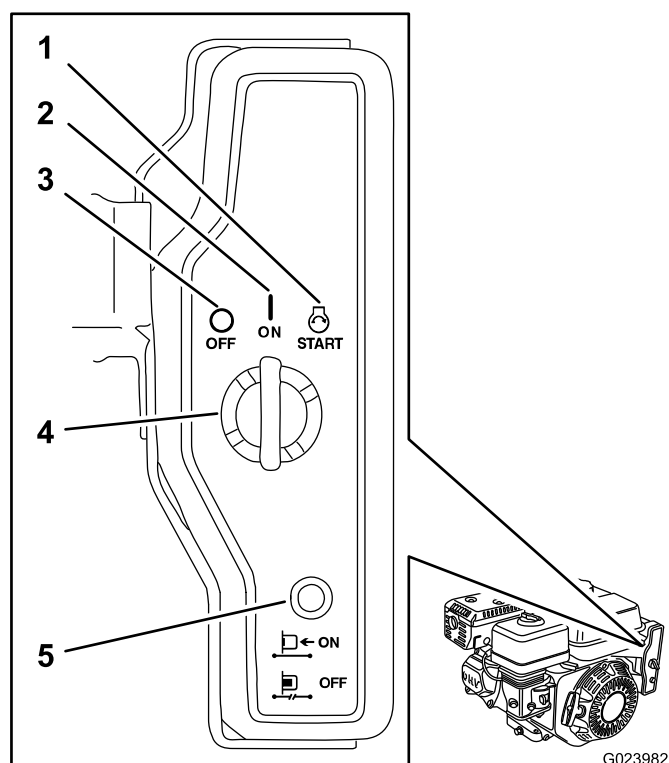

Figure 13
Le commutateur de démarrage électrique (Figure 13) permet à l'opérateur de la machine de mettre le moteur en marche et de l'arrêter. Ce commutateur est situé à l'avant du moteur. Tournez le commutateur en position de démarrage (START) pour arrêter le moteur. Tournez le commutateur en position de marche (ON) pour faire tourner le moteur. Tournez la commande en position d'arrêt (OFF) pour arrêter le moteur.
Le moteur est doté d'un dispositif de protection conçu pour protéger le circuit de charge de la batterie. Le dispositif de protection du circuit se déclenche en cas de court-circuit ou d'inversion de la polarité de la batterie. Si l'indicateur vert apparaît, cela signifie que le dispositif de protection du circuit s'est déclenché. Dans ce cas, déterminez la cause du problème et remédiez-y avant de réarmer le dispositif de protection du circuit. Appuyez sur le bouton pour réarmer le dispositif de protection du circuit (Figure 13).